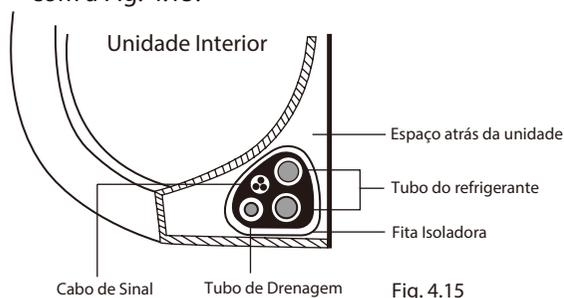

Fig. 4.15
- Agrupe o tubo de drenagem, o tubo do refrigerante e o cabo de sinal de acordo com a Fig. 4.15.